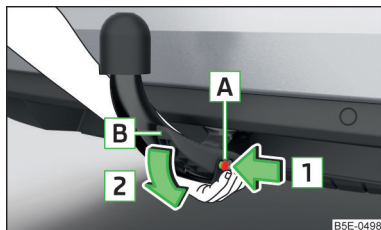

Fig. 307
- Agarre la barra de cabeza esférica **desde abajo** » fig. 307.